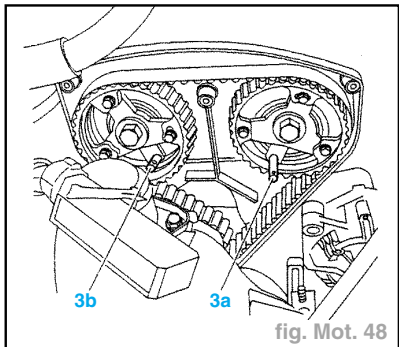

fig. Mot. 48
- le tuyau d'entrée de radiateur (10),
- le col d'entrée d'air (11),
- Mettre en place les piges (3a/3b) (fig. Mot. 48).
- Monter la culasse, pignon d'arbre à cames pigé (**3a/3b**) (fig. Mot. 48).